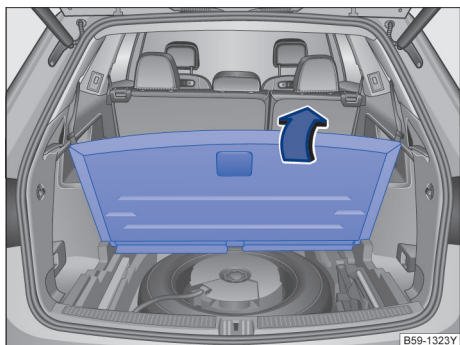

图 192 行李厢内：向上翻起可变行李厢地板
- 抓住行李厢地板内的凹槽→图 192，将行李厢地板向上翻。